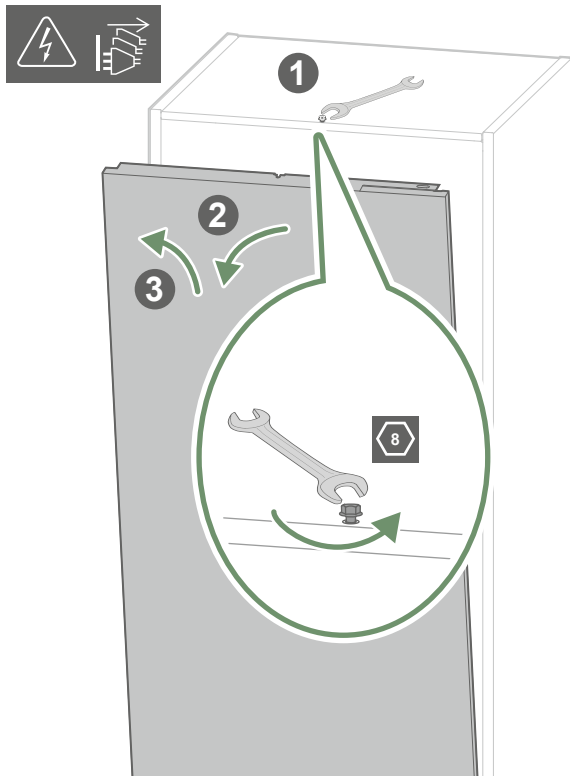

fig. 20 - Ouverture de la façade
- Mettre le module hydraulique à niveau (*fig. 20*).